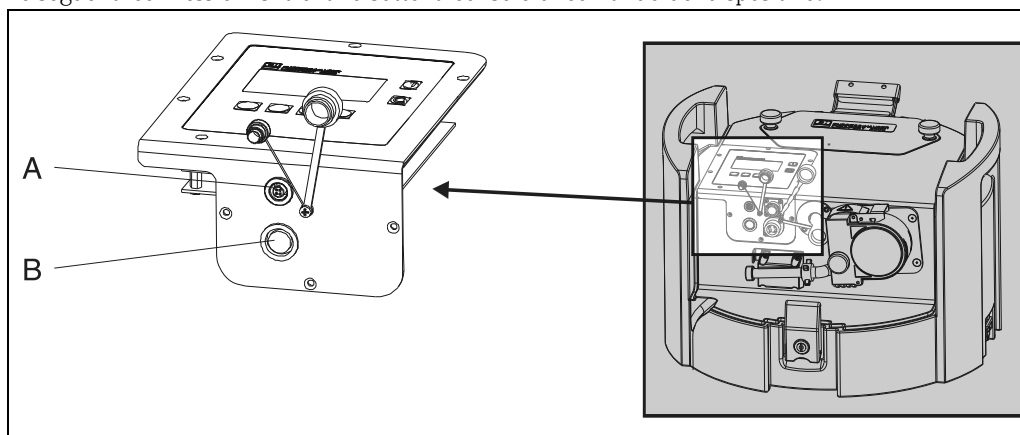

Fig. 4: Collegamenti elettrici del dispositivo
4.1.1 Connessione del cavo del segnale (→ Fig. 4, pos. B)
4.1.2 Connessione dell'interfaccia RS232 (→ Fig. 4, pos. A)